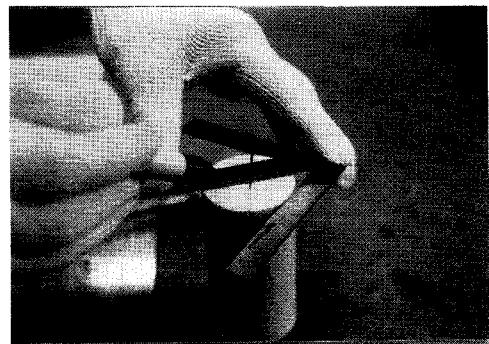

図2-5
② 工作物の中心をけがく（図2-5）。
③ 中心位置からセンタ穴付き治具の取付け円をけ